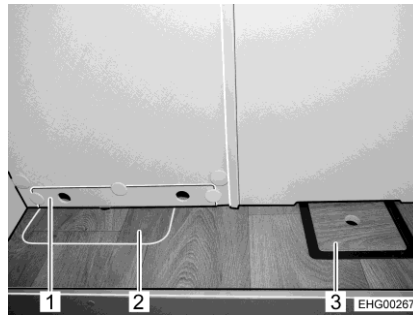

Bild 154 Zugang Abwassertank im Heck
- Blende (Bild 154,1) abnehmen.
- Bodenklappe für Abwassertank (Bild 154,2) öffnen
- Bodenklappe für Ablassventil (Bild 154,3) öffnen.
- Bodenklappe für Ablassventil (Bild 154,3) schließen.
- Bodenklappe für Abwassertank (Bild 154,2) schließen.
- Blende (Bild 154,1) wieder einsetzen.